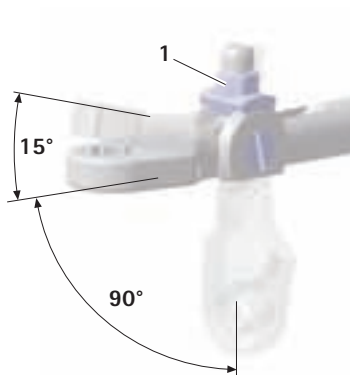

Fig. 3
- Colocar la llave en **T H** en el ángulo deseado y apretar el hexágono **1** girando a derechas, ver Fig. 3. La barra de acoplamiento **B** se encuentra inmovilizada.